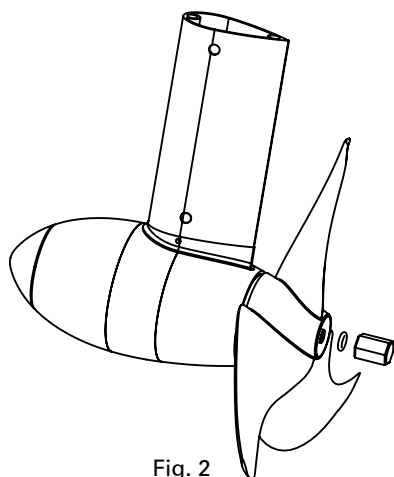

Fig. 2
- Anode sacrificielle à filetage (Fig. 2) : Enfilez le joint rond 8,5 x 2 sur l'arbre d'entraînement et vissez ensuite l'anode à la main.
- Anode sacrificielle à filetage (Fig. 2) : Enfillez le joint rond 8,5 x 2 sur l'arbre d'entraînement et vissez ensuite l'anode à la main.